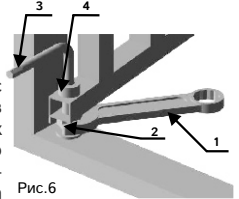

Рис. 6
**Для перемещения дверцы вверх** (Рис. 6), с помощью рожкового ключа 1 ослабьте контргайку 2 в верхнем и нижнем крепежно-регулирующих узлах (см. п. 4 и 5 рис. 1), затем, с помощью шестигранного (торцевого) ключа 3, закрутите крепежно-регулирующий винт 4 на верхнем узле, а винт 4 на нижнем узле выкрутите, не более, чем на пол-оборота каждый.